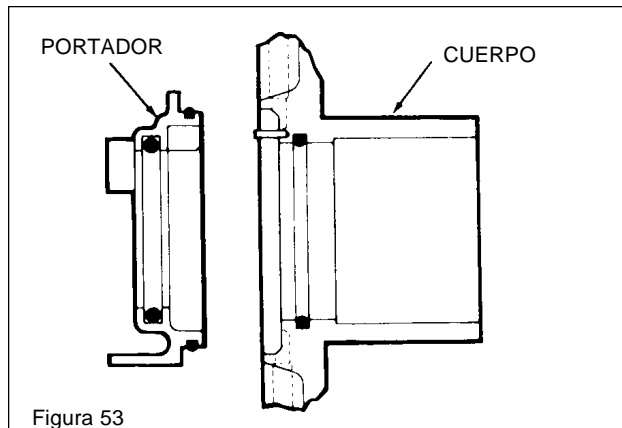

Figura 53
- Monte los portadores en el cuerpo de modo que la muesca del portador enganche el pasador en el cuerpo. (Vea la figura 53)